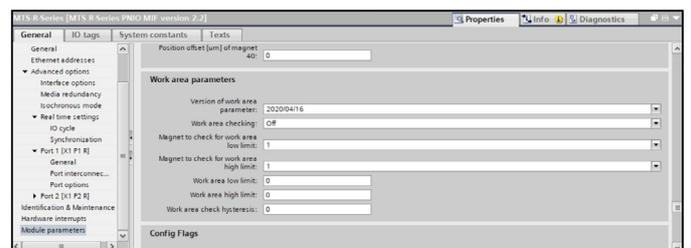

Abb. 96: Einstellung der Schaltpunkte für den Arbeitsbereich (work area)
- **Einstellen der Schaltpunkte für das Eingangsmodul „Sensor status 2“:** Um die Informationen aus dem Eingangsmodul „Sensor status 2“ zu lesen, ziehen Sie dieses Modul in das Fenster „Device Overview“. Im Abschnitt „Module parameters“ des Sensors können Sie unter „Work area parameters“ die Parameter der Schaltpunkte einstellen (Abb. 96):